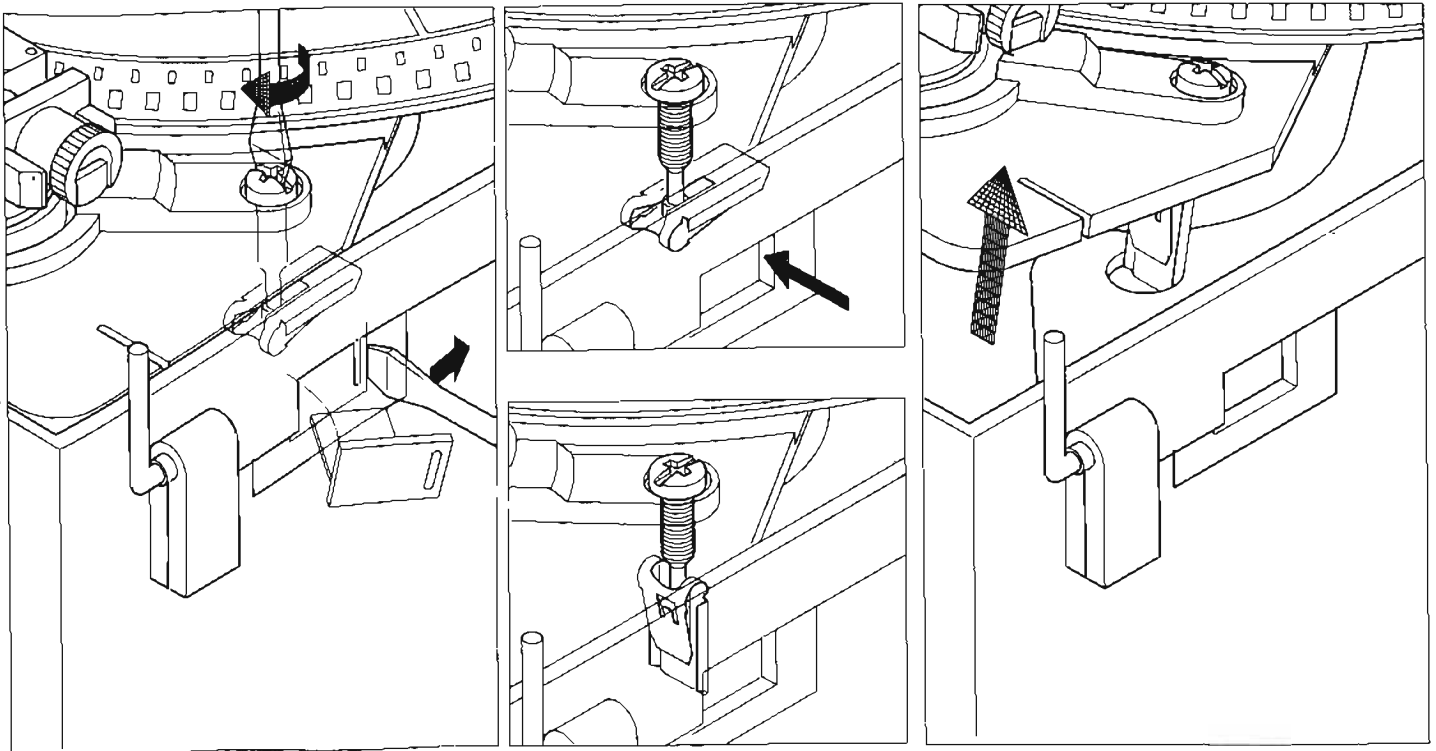

Fig. 4
**Dépose du tourne-disque (voir fig.4)**